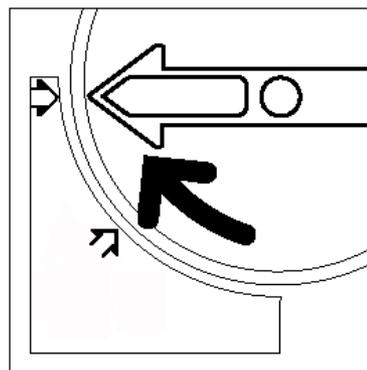

Figure 13 : Rotation et blocage de la cartouche
- 8 Tournez la cartouche dans le sens horaire jusqu'à ce que les deux points, celui de la cartouche et celui de la machine soient alignés et que les flèches de la cartouche soient en position horizontale (figure 13).